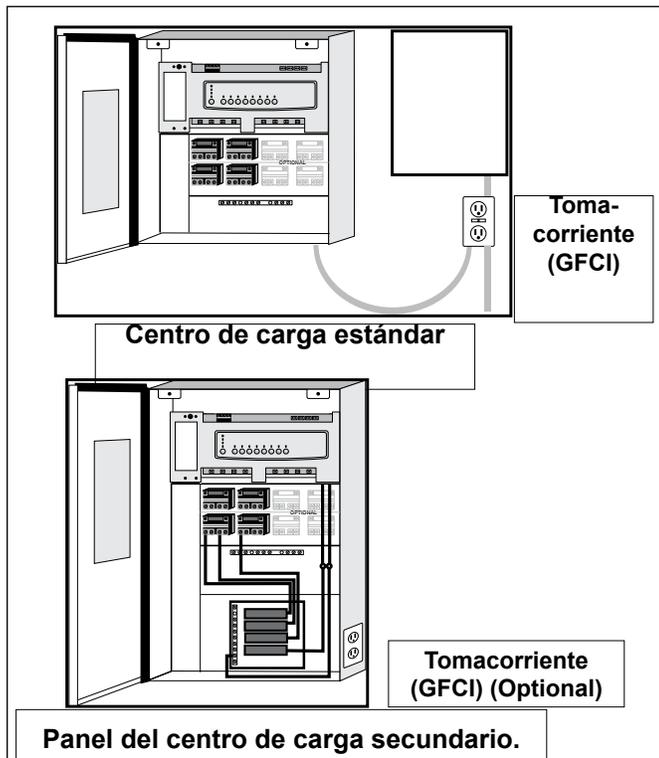

Figura 4. Instalación del enchufe GFCI para las luces bajo el agua.
1. Para un centro de carga estándar, instale un cajetín de la medida apropiada del tomacorriente GFCI al lado del panel del interruptor. Para el panel del centro de carga secundario instale un cajetín GFCI en el centro de carga (use el agujero que está al lado derecho del panel del centro de carga secundario). Véase Figura 4.